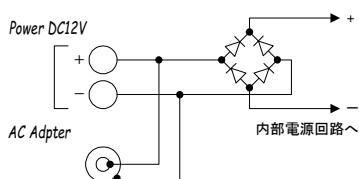

図 13. 本体 AC アダプタ・DC12V 電源入力部の回路構成
ACアダプタおよびDC 12V電源入力部の回路構成は図 13 のとおりです。
**注意** **MM Filter MML (B)** の全ての入出力ラインには、サージアブソーバなどの保護回路は設けられていません。信号または電源ラインにサージやスパイクの混入する恐れのある環境で使用すると、本体内部の回路が破壊される可能性があります。やむをえず使用する場合には、入出力・電源ラインにサージアブソーバ・バリスタなどの保護回路を付加してください。
**警告** 図 13 に記したように、ACアダプタとDC12V入力端子は本体内部で電気的に短絡しています。絶対にACアダプタとDC12V電源の両方を接続しないでください。